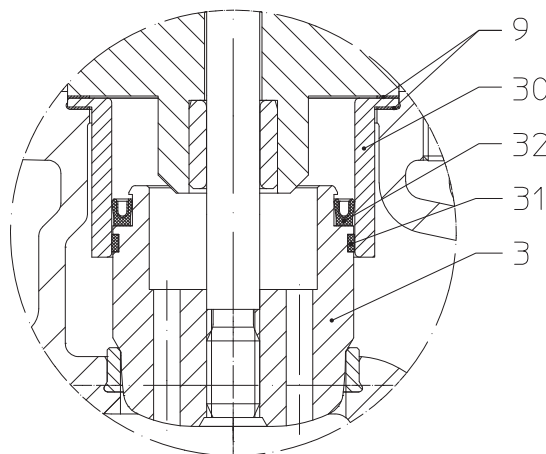

Fig. 27: Cono de descarga de presión
- Haciendo palanca, sacar de la ranura del cono la empaquetadura del émbolo desgastada (pos. 32) con una herramienta adecuada.
- Colocar la nueva empaquetadura del émbolo (pos. 32), atendiendo a que la posición de montaje sea la correcta (véase la Fig. 27).
- Cambiar faja de forzamiento (pos. 31).
- Limpiar la superficie de rodadura del casquillo guía (pos. 30); en caso necesario, allanar con un abrasivo suave.
- Renovar 2 juntas (pos. 9).
- Fijar mediante tuercas (pos. 11) y apretar en cruz.